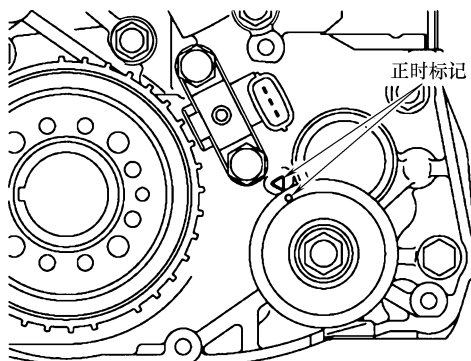

图 28-45 对齐机油泵链轮正时标记
- 3) 如图 28-45 所示, 将机油泵链轮上的正时标记对齐。